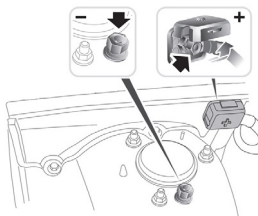

図 4.1.2
- ジャンプスタートポストでテストしないでください。バッテリーをシートの下またはトランクに保持するモデルの場合、メーカーは通常、ジャンプスタートがやすくなるために、ボンネットの下にジャンプスタート連続機導線を含めます（図 4.1.2 を参照）。ただし、データの正確性と操作の安全性を確保するために、バッテリーテスターをジャンプスタートポストに接続しないでください。